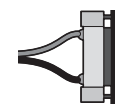

Bild 3
2. Verschluss des Einspeisungsverbinders herausziehen (Bild 3)